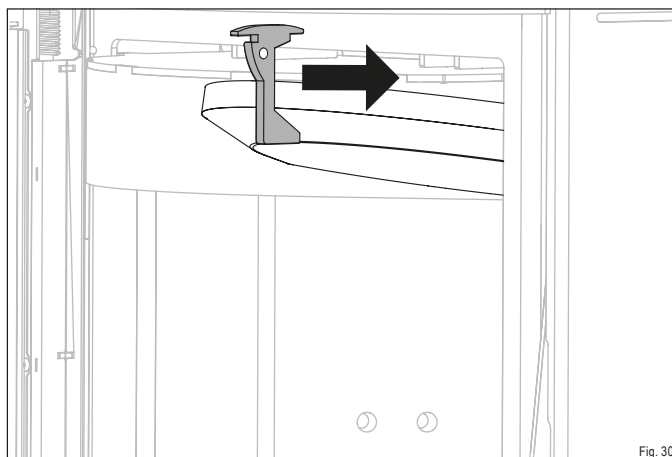

Fig. 30
- Faites glisser le support de la pierre thermique vers l'avant (Fig. 30).